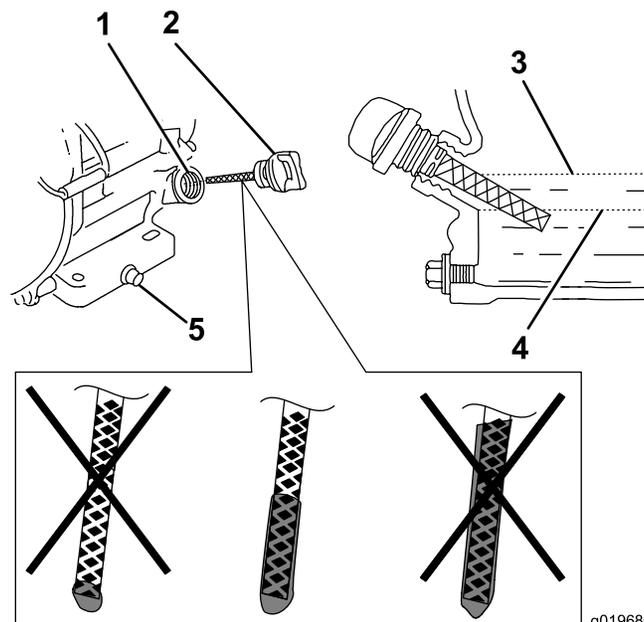

Figure 18
3. Nettoyez la surface autour du bouchon de remplissage-jauge de niveau d'huile (Figure 18).
4. Dévissez le bouchon de remplissage-jauge de niveau d'huile (Figure 18) et retirez-le.
Remarque: Si le niveau d'huile est près ou en dessous du repère inférieur sur la jauge, ajoutez juste assez de l'huile spécifiée pour faire monter le niveau jusqu'au repère supérieur (base de l'orifice de remplissage); voir Figure 18.
7. Contrôlez le niveau d'huile (Figure 18).
8. Remettez en place le bouchon de remplissage-jauge de niveau d'huile et essuyez l'huile éventuellement répandue (Figure 18).
4. Remplissez le carter moteur de l'huile spécifiée; voir la Figure 18 à la rubrique Contrôle du niveau d'huile moteur (page 21).